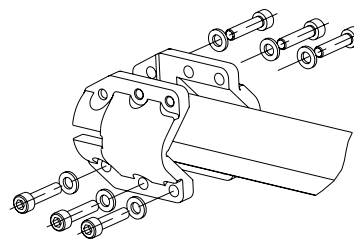

Рис. 38. Вкрутите в полумуфты винты с шайбами
3. Вкрутите шесть винтов с шайбами в отверстия полумуфт. См. рис. 38.
12. В отверстия полумуфт вкрутите шесть винтов с шайбами (см. рис. 38) и слегка затяните их.